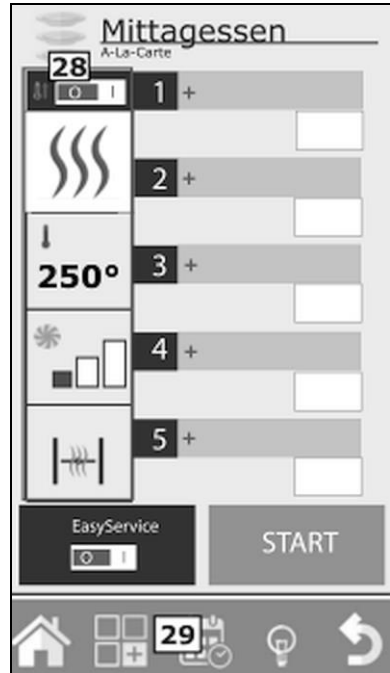

Abb. 35
- Um ein Programm Rack Control zu ändern, betätigen Sie nach dem Öffnen von diesem die Taste 28 (Abb. 35) in der linken Spalte der angezeigten Einstellungen.
- In diesem Fall drücken Sie die Taste Funktionen (29, Abb. 35) und fahren Sie mit den Einstellungen fort, wie im Abschnitt „Kopieren, Verschieben, Umbenennen und Löschen von Garprogrammen“ beschrieben.
3. Drücken Sie dann die Taste Funktionen (29, Abb. 35) und fahren Sie mit der Speicherung des Programms, wie im Abschnitt „Speicherung eines Garprogramms“ erklärt, fort.